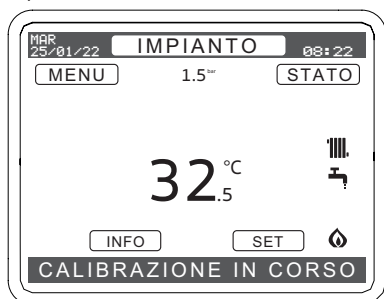

Figura 7.26
- Durante tutta la fase di calibrazione il display visualizzerà la seguente schermata (Figura 7.26).